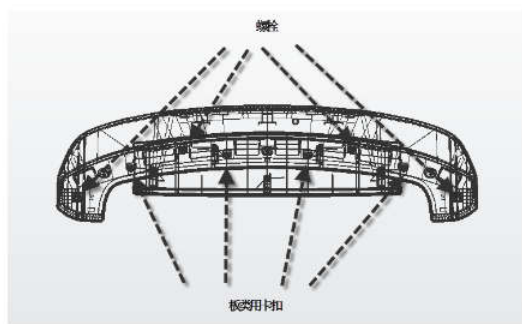

图 5-1-1 扰流板的拆卸示意图
(1) 将后背门打开,先将后背门护板拆下,断开高位制动灯线束及后雨刮喷嘴水管,详见后背门护板的拆装方法;
(2) 用 10# 套筒拆下 4 颗六角法兰面螺栓螺栓 A, (如图 5-1-1 所示) 握住扰流板往后方施加力,松脱扰流板卡扣与车的连接,将背门钣金上的线束胶套与水管胶套拔出,再整体拆下扰流板。